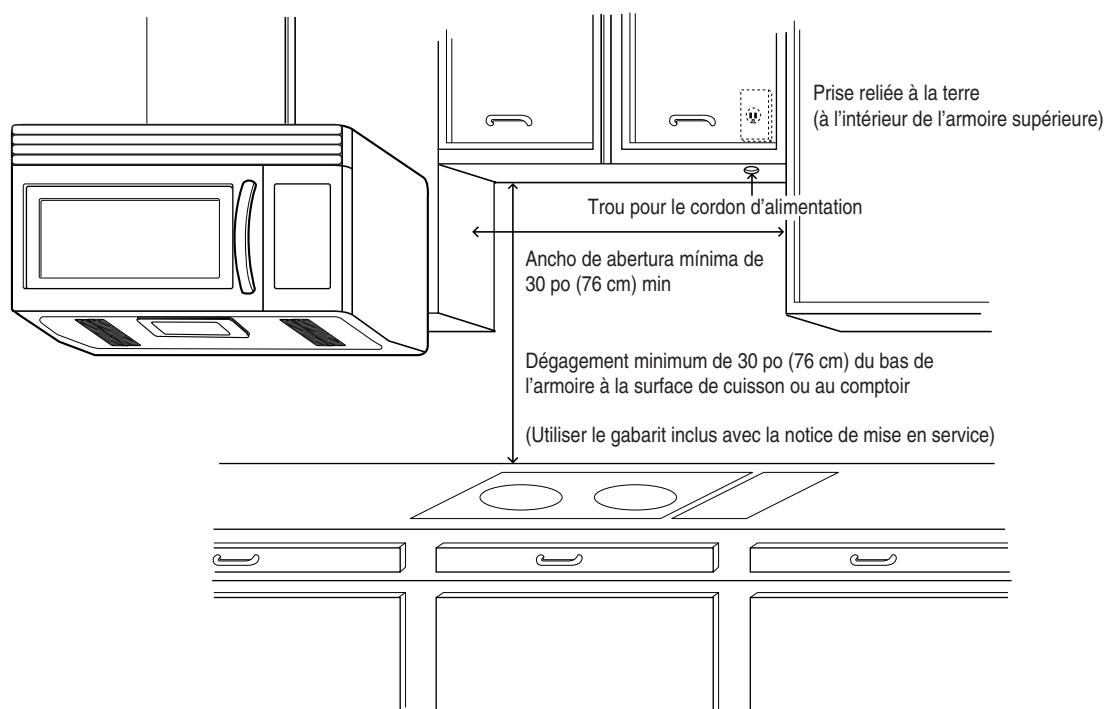

Figure 3
- **S'ASSURER** d'avoir suffisamment d'espace. Voir la figure 3 ci-dessous pour les dégagements minimum verticaux et horizontaux nécessaires.